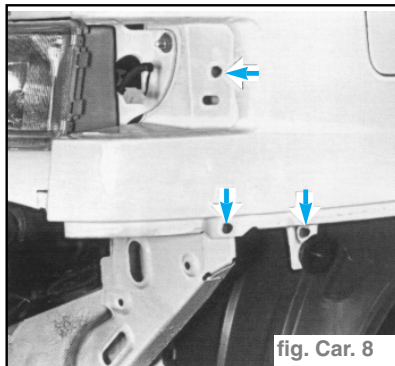

fig. Car. 8
- Dévisser les vis de fixation de l'aile, indiquées dans la figure. (fig. Car. 8)